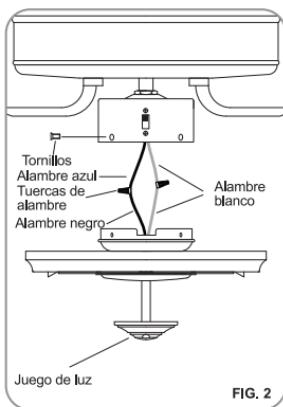

FIG. 2
Step 4: While holding the switch box plate, slide the switch box plate up against the switch box and align the screw holes. Secure the switch box plate to the switch box using the screws removed earlier. (Fig.2)
Paso 4: Mientras toma la placa de copa de interruptor, deslice la placa de copa de interruptor contra la copa de interruptor y alinee los orificios. Asegure que la placa de copa de interruptor a la copa de interruptor usando los tornillos eliminados antes. (Fig.2)